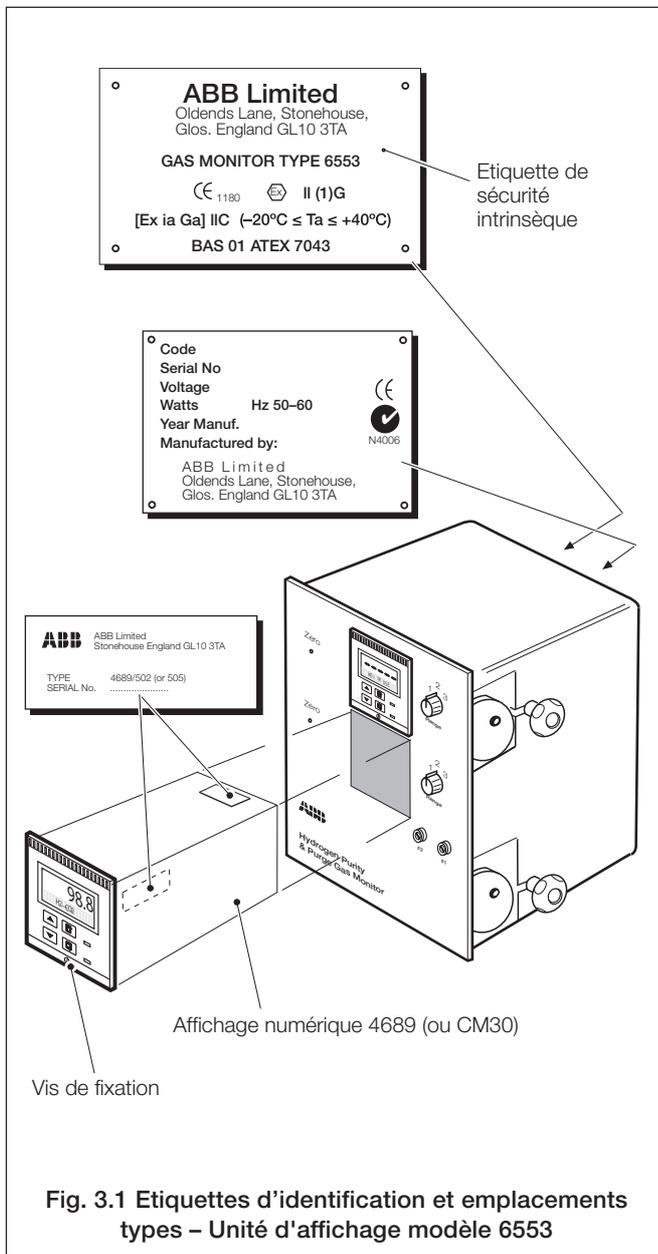

Fig. 3.1 Etiquettes d'identification et emplacements types – Unité d'affichage modèle 6553
3.1.1 Unité d'affichage modèle 6553 – Fig. 3.1
Les étiquettes d'identification et de certification sont apposées à l'extérieur du boîtier de l'unité d'affichage comme indiqué sur la Fig. 3.1. Utilisez le tableau des codes de commande de la section 3.1.4 pour interpréter le code des étiquettes d'identification et obtenir une description précise de l'unité d'affichage 6553.
Remarque : l'emplacement de l'étiquette d'identification sur l'affichage numérique 4689 (ou CM30) est également indiqué sur la Fig. 3.1.